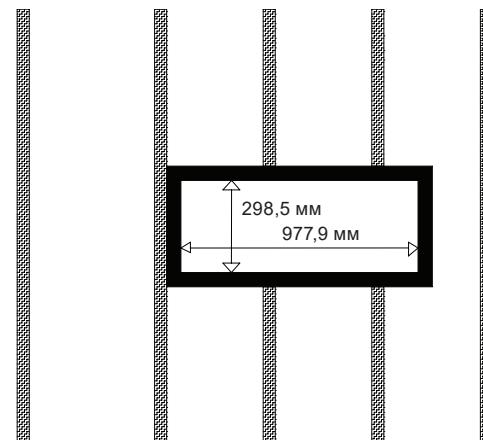

Рисунок 16
3. Используйте деревянную доску 2x6 (деревянная доска размером 50,8 мм x 152,4 мм) для создания рамы с внутренними размерами 977,9 мм x 298,5 мм (рис. 16). Избыточное пространство в проеме предназначено для инструментов, используемых для сборки рамы в стене. Зафиксируйте на имеющихся стойках при помощи гвоздей или шурупов.